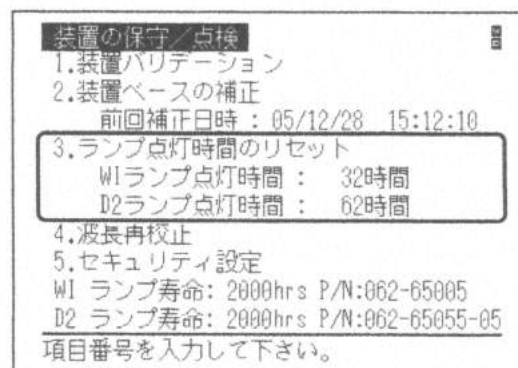

図 3.2
- 2 [装置の保守/点検] 画面 (図 3.2) となり、光源ランプの累積点灯時間が表示されます。